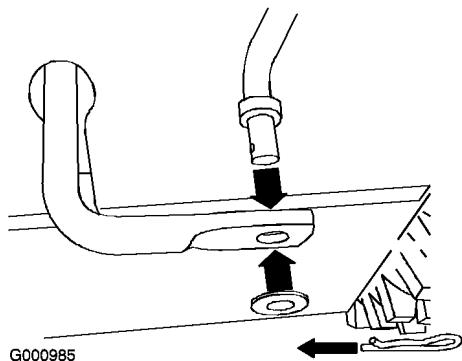

Figure 10
- Retirez la goupille fendue et la rondelle à l'extrémité inférieure de la tige de commande de vitesse et insérez l'extrémité dans le bras de liaison inférieur de sorte que l'extrémité courbe de la tige de commande de vitesse soit dirigée vers l'arrière (Figure 10).